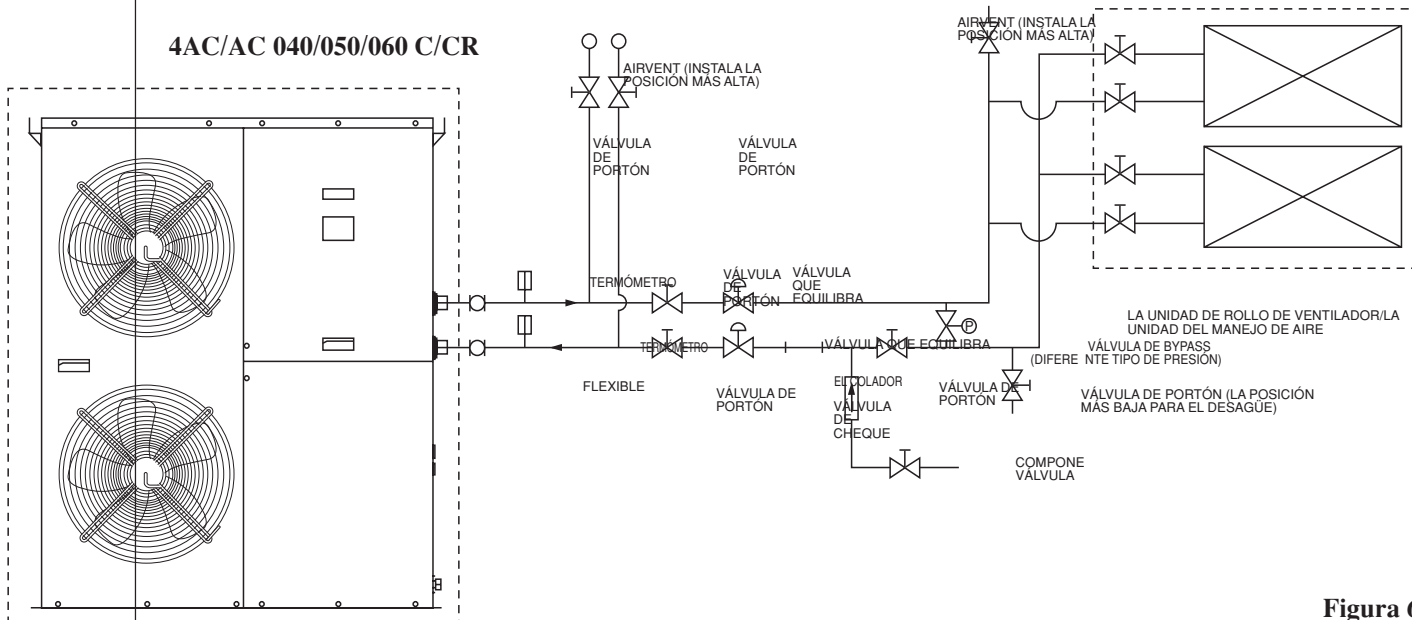

Figura 6
- Se recomienda al usuario instalar el tubo y los accesorios como muestra en la Figura 6.